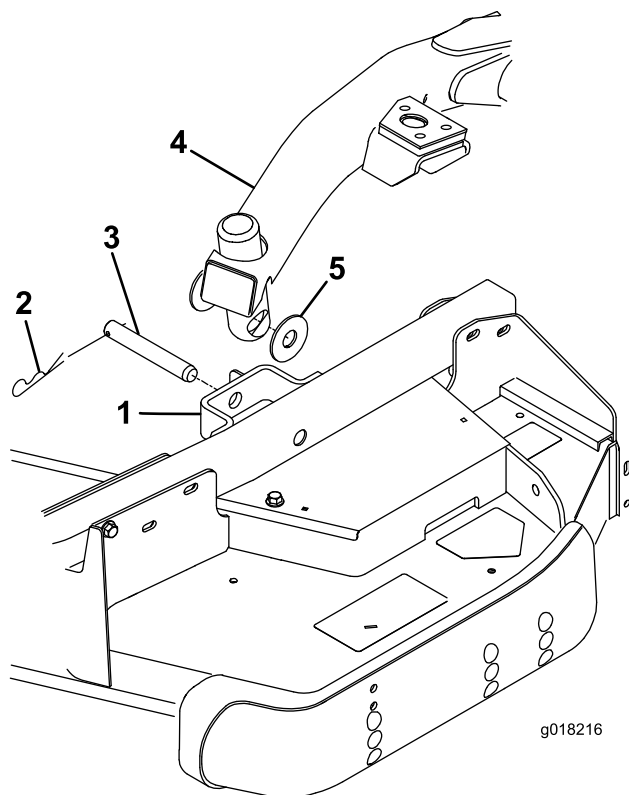

図 27
4. 昇降スイッチを前位置フロート位置にセットする。昇降アームを押下げて、昇降アームについている穴とキャスタアームのブラケットについている穴を整列させ、昇降アームのパッドに刈高ロッドを挿入できるようにする 図 27。
5. 昇降アームをキャスタアームに固定するスラストワッシャ2枚、クレビスピン、ヘアピンコッターを使用する。昇降アームとキャスタアームブラケットの間にスラストワッシャを入れ 図 27、コッターピンを、キャスタアームタブのスロットに差し込んで固定する。